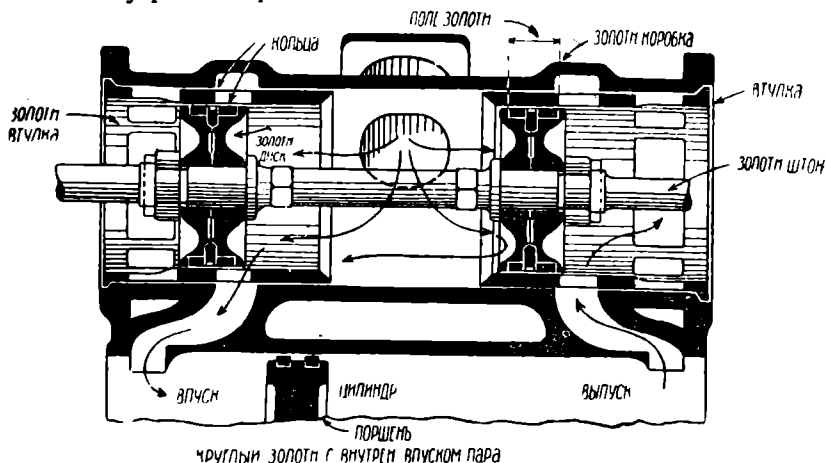
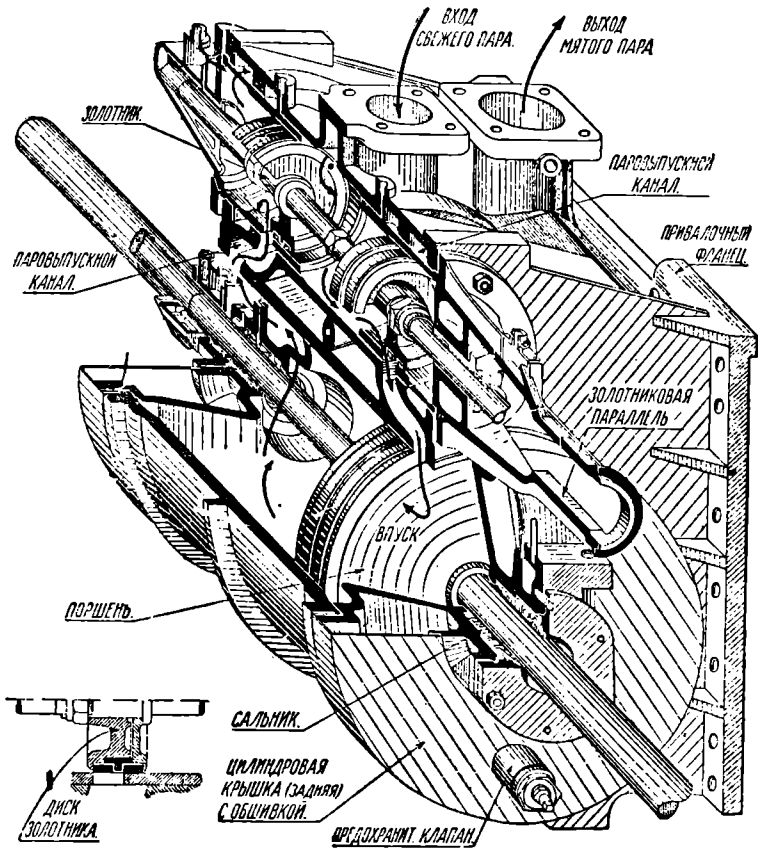

Рис. 62. Круглый золотник с внутренним впуском пара
Рис. 73. Поршень и цилиндрический золотник паровоза серии Эу.
Разобранная нами работа золотника соответствует наружному выпуску пара, т. е. наружным кромкам золотника и, как видно из сводки при рис. 61, в начале хода поршень и золотник двигались в одну сторону. Плоский золотник имеет ряд существенных недостатков. Пар, находясь над золотником, прижимает его к лицу с значительной силой. Трение золотника требует большого усилия на передвижение, а также вызывает увеличенный износ как золотника, так и лица. Получившийся износ требует частого и продолжительного ремонта. Поэтому практика работы паровоза заставила перейти к круглому золотнику, представляющему два поршня почти таких же, как имеющийся в цилиндре, насаженных плотно на золотниковый шток (рис. 62).
**Поршневые золотники.** При поршневом золотнике (рис. 73) и рис. 62) так же, как и при плоском, имеется золотниковая коробка, отлитая вместе с цилиндром. Сам золотник представляет собою два диска, насаженные на один общий стержень, при помощи которого золотник можно перемещать в коробке. Чтобы избежать вредного влияния износа от трения при работе золотника, в золотниковую коробку вставляется чугунная втулка, (рис. 96), а на золотниковый диск надеваются золотниковые кольца. По мере износа кольца заменяются новыми, а втулка растачивается до определенных размеров, а потом заменяется. Втулка имеет соответствующие отверстия, которые совпадают с паровыми каналами. Золотниковые втулки по большей части делаются из двух частей. Для возможности свободной выемки золотника, для осмотра и ремонта, внутренние концы втулок стачиваются. Сами втулки вставляются на место под давлением — запрессовываются в золотниковую коробку. Вследствие того, что при поршневом золотнике можно иметь отверстия для впуска и выпуска пара по всей окружности втулки, площадь этих отверстий значительно больше в сравнении с площадью окна плоского золотника. Увеличением отверстий для прохода пара, уменьшается его мятие. При поршневых золотниках золотниковая коробка делается длинной для того, чтобы получить короткие и прямые
На рис. 62 показан золотник Брундзеля, достаточно распространенный у нас, устройство которого видно из рисунка. На рис. 73 устройство золотника паровоза серии Э до замены такового золотником системы Трофимова (устройство изложено в разборе работы машины без пара).
**Цилиндровые крышки.** Корпус цилиндра имеет по краям приливы для привертывания крышек. Сами крышки делаются из чугуна и по форме согласуются с формой поршня (рис. 73 и 76). Укрепление крышек производится болтами (задние крышки) и нажимным кольцом (передние). Для того, чтобы создать непроницаемость между крышкой и фланцем цилиндра,